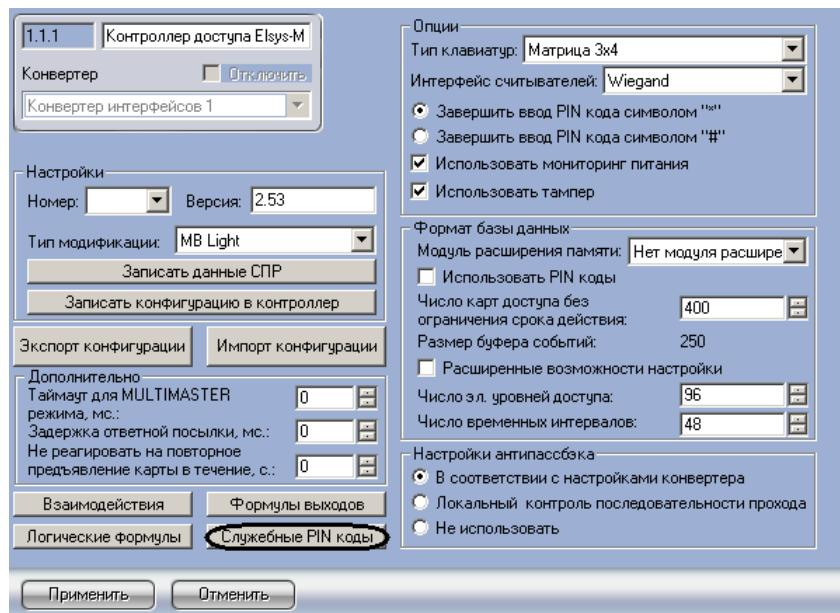

Рис. 3.3-15 Задание служебных PIN-кодов
1. Перейти на панель настроек объекта **Контроллер доступа Elsys-MB** и нажать кнопку **Служебные Pin коды** (Рис. 3.3-15).